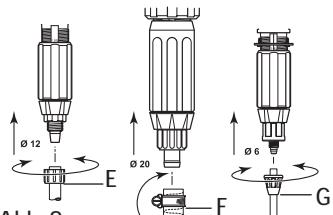

Abb. 8
- Zum Anschliessen des Ansaugschlauches, die Mutter (Abb. 8-E) die sich unten am Dosierteil befindet, losschrauben und über den Saugschlauch stülpen.
- Zum Anschliessen des Ansaugschlauches, die Mutter (Abb. 8-G) die sich unten am Dosierteil befindet, losschrauben und über den Saugschlauch stülpen.